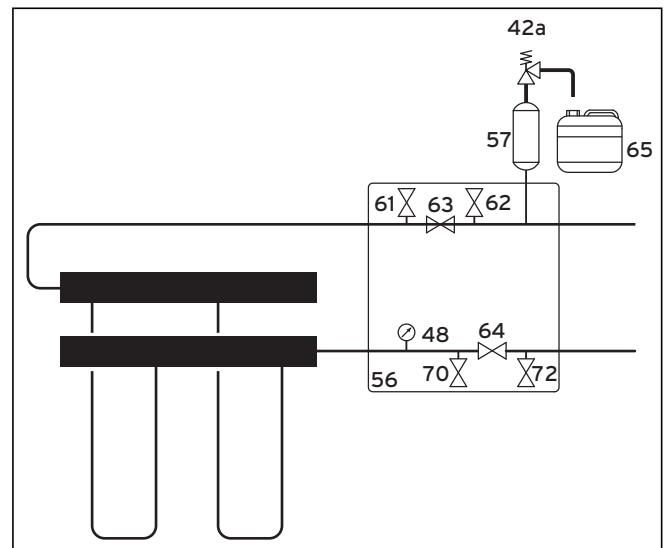

Abb. 5.6 Armaturen im Solekreis
Legende zu Abb. 5.6
- Dichten Sie das Außengewinde des oberen Anschlussstücks (1) mit einer Dichtmasse ab, die trocken abdichtet, z. B. Teflonband.
- Installieren Sie den Sole-Auffangbehälter (→ **Abb. 5.6, Pos. 65**) drucklos am Sicherheitsventil (42a). Der Sole-Auffangbehälter darf nicht komplett geschlossen sein, da sonst die Funktion des Sicherheitsventils nicht gewährleistet ist.